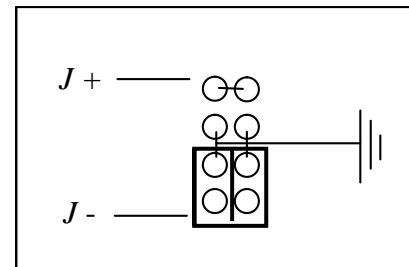

Рис. 5 Заземление минусовой клеммы
12.3 На основной плате возле отрицательной выходной шины найдите разъем заземления – см. рис. 5. Заводская установка перемычки – заземление по минусовой клемме источника.